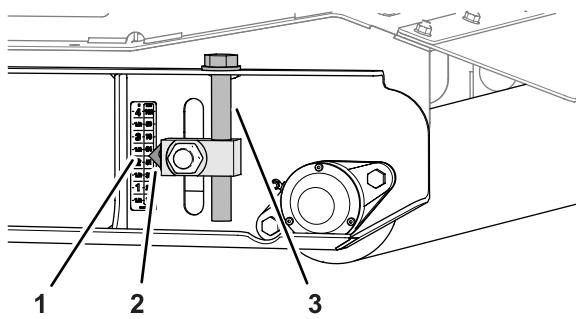

Рисунок 83
5. На заднем валике поднимите левый и правый регуляторы высоты скашивания до отметки «57 мм» («2½ дюйма») на наклейке (Рисунок 83).